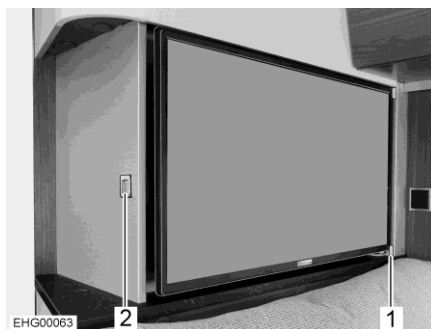

Bild 67 Platt bildskärm
Den platta bildskärmen är säkrad med en styrskena (Bild 67,1) i sidan.
- Tryck på frigöringsknappen (Bild 67,2).
- Dra den platta bildskärmen ur styrskenan (Bild 67,1) till önskat läge.
- För tillbaka den platta bildskärmen tills den hakar fast i styrskenan (Bild 67,1) i sidan.